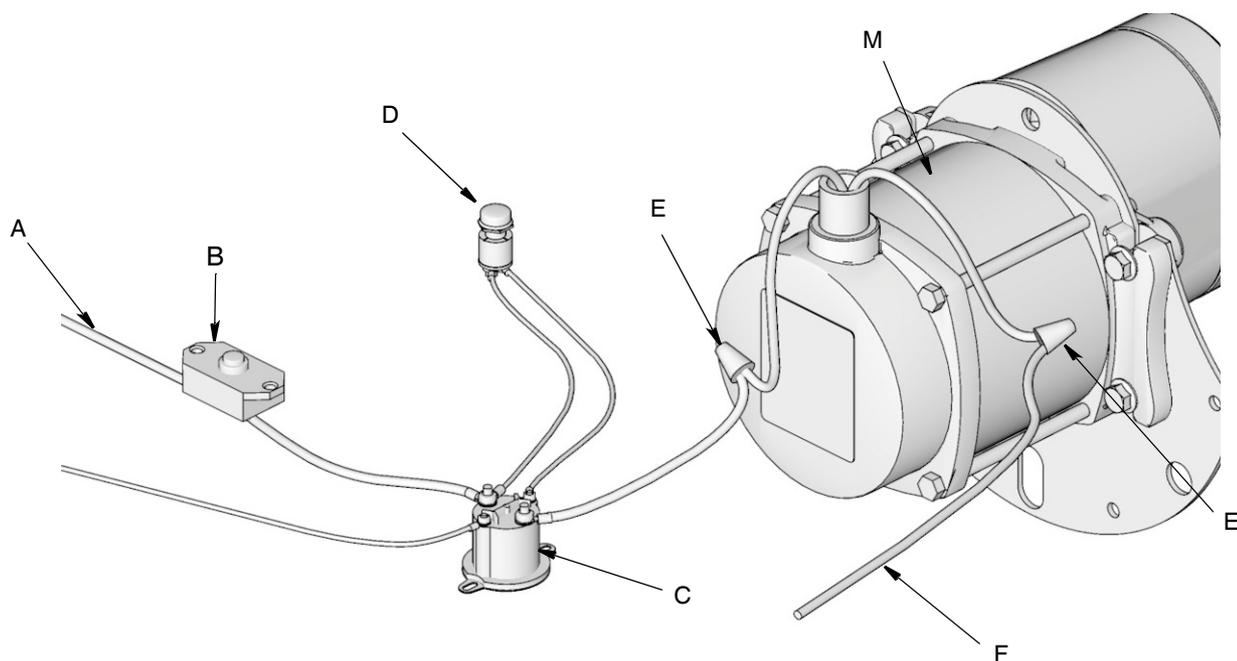

FIG. 8
- Fare riferimento al diagramma di cablaggio in FIG. 8 e allo schema cablaggio in FIG. 9.